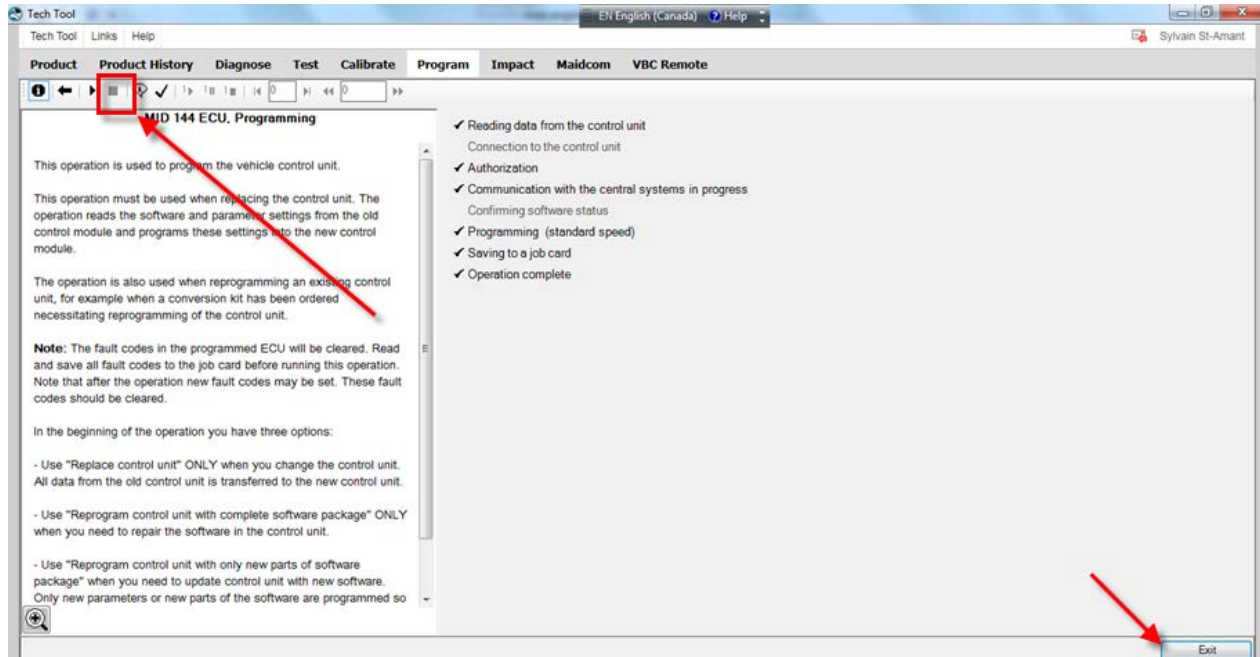

FIGURE 28
9. Cliquez sur ■ (stop) puis cliquez sur EXIT (FIGURE 28).